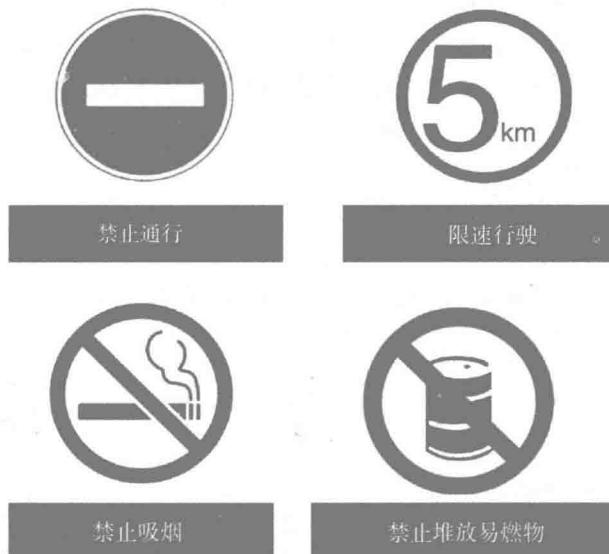

图 1-1 汽车维修厂常见禁止标志
(1) 禁止类标志是提醒人们不允许做的事，如图 1-1 所示。